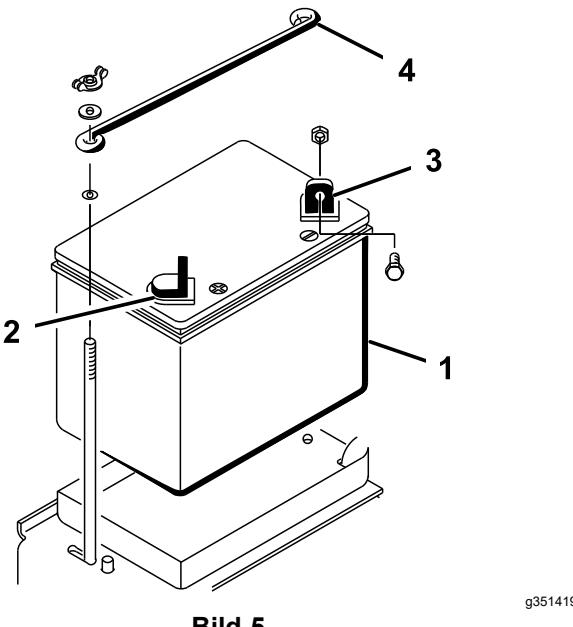

Bild 5
- Setzen Sie die Batterie in das Fach hinter dem rechten Rad, wobei der Minuspol zur Rückseite der Maschine zeigen muss (Bild 5).